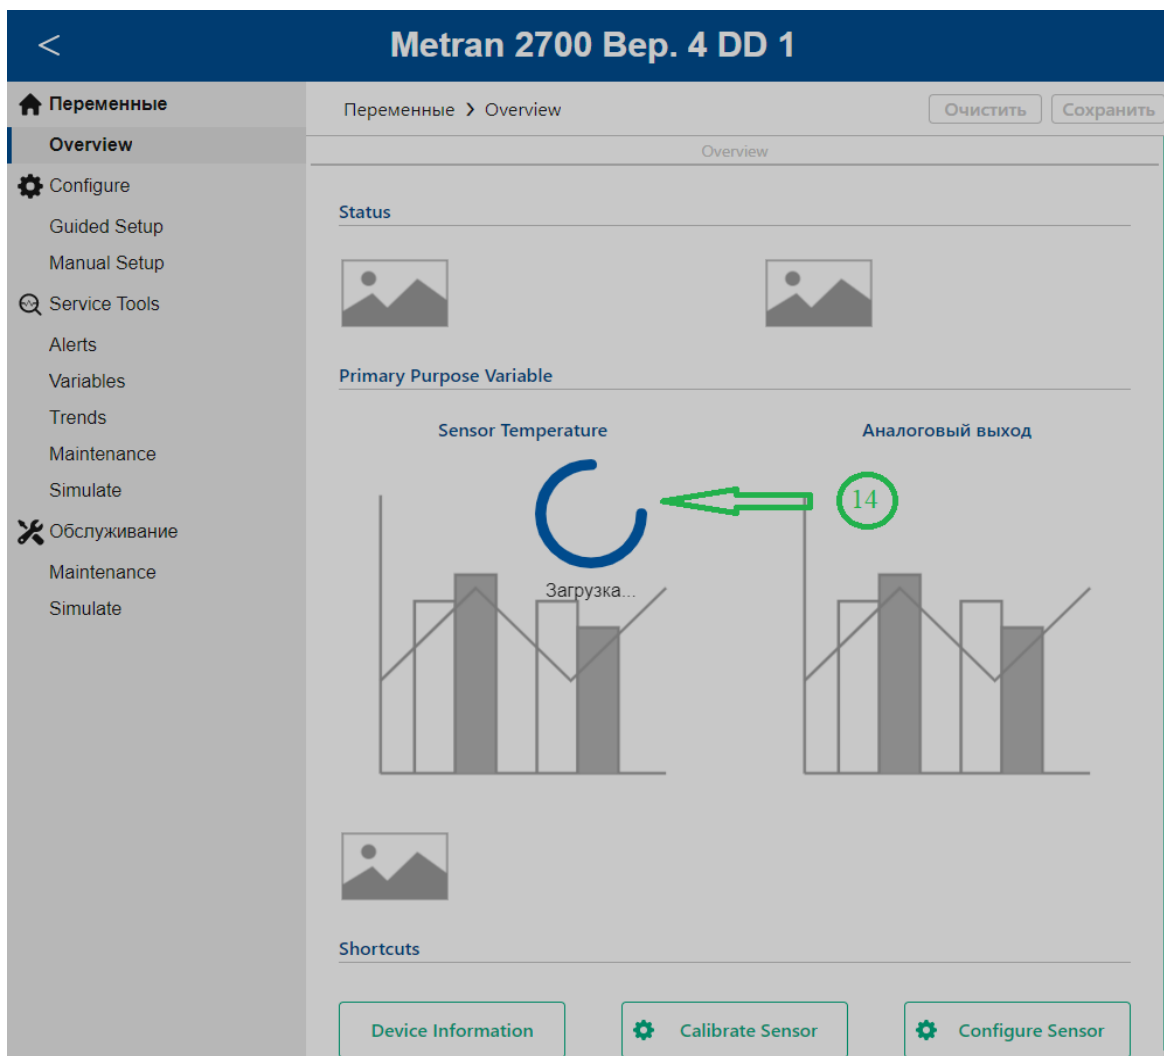

Рис. 11 Элементы конфигурационного окна
14. Индикатор ожидания - (рис. 11) (пункт 5.24)